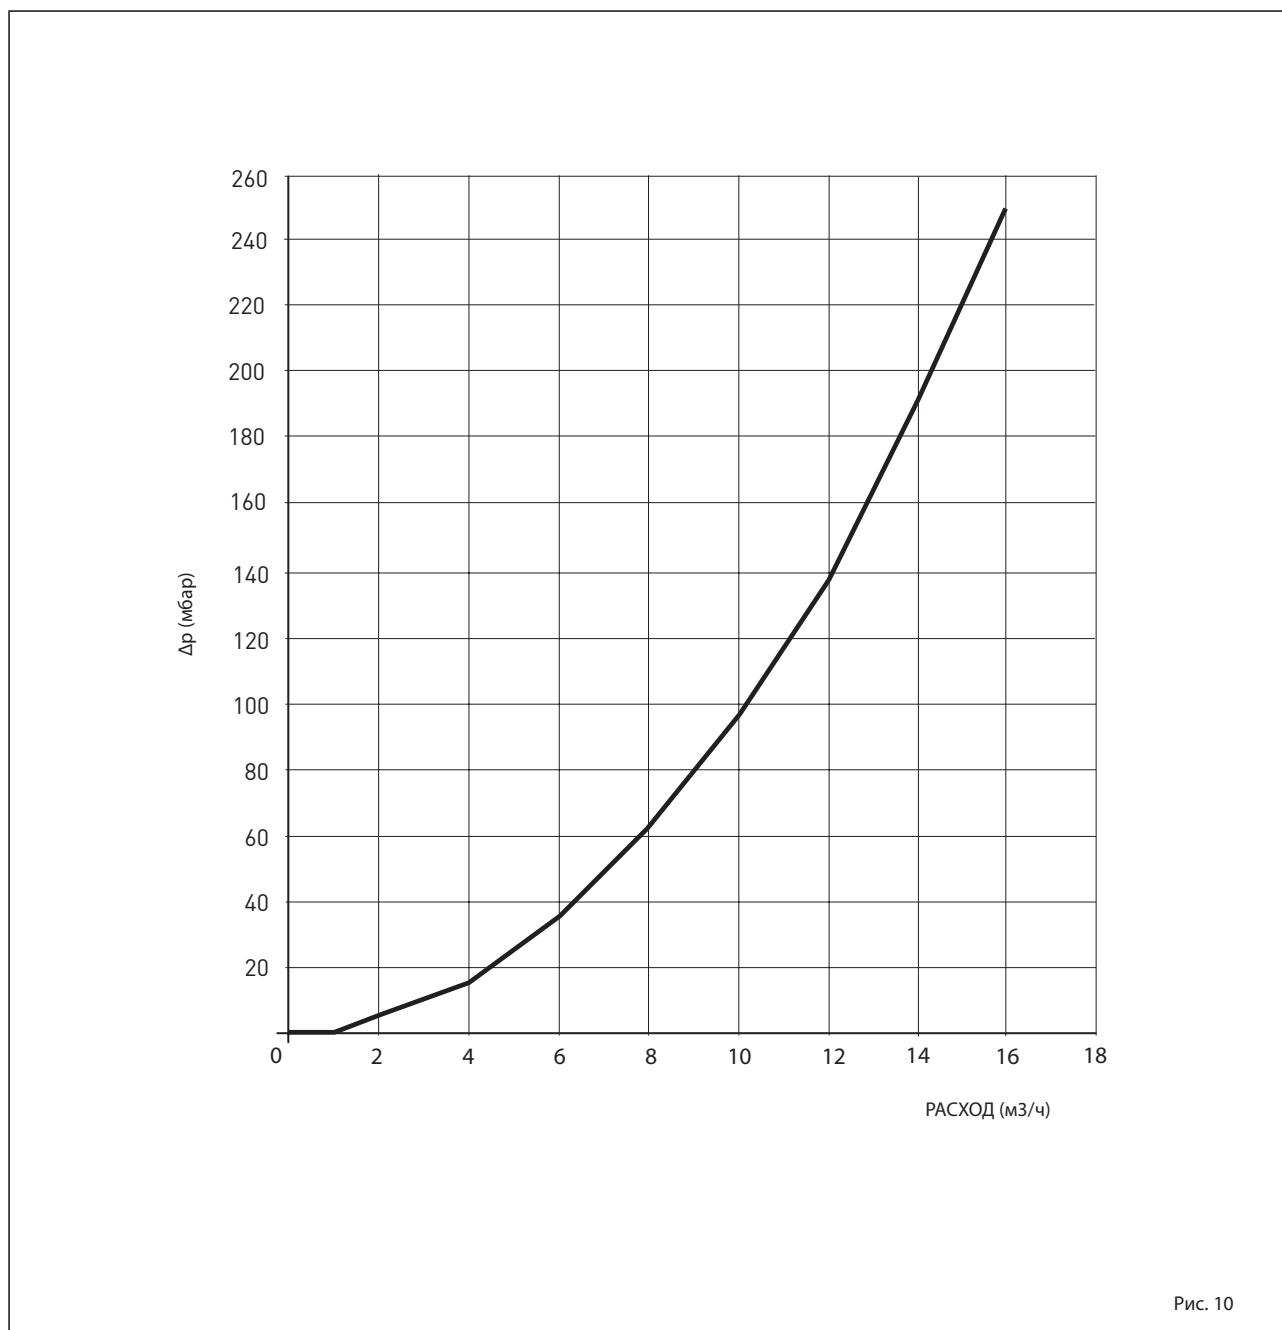

Рис. 10
2.10.1 Потеря нагрузки гидравлического компенсатора (рис. 10)
Потери нагрузки гидравлического сепаратора указаны в диаграммах на рис. 10.